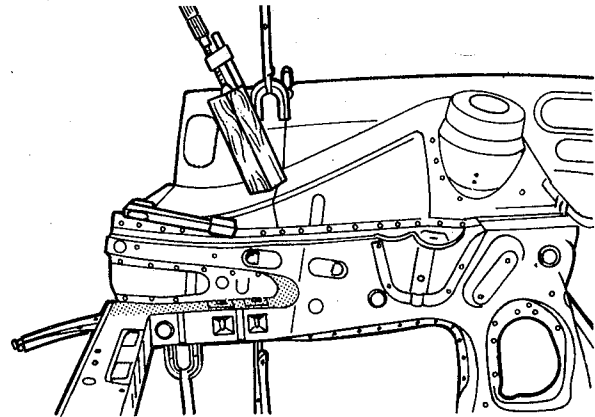

fig. 86
3. Posicionar a nova saia do pára-lama e efetuar os ajustes necessários. Fixá-la com grampos ou pinças (fig. 86)